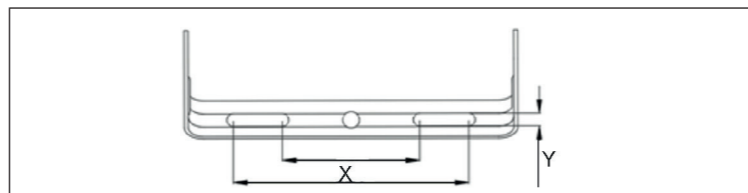

Fig. 5: Borehole distance
- Öppna M16-kabelgenomföringen genom att vrida den moturs tills terminalblocket är synligt enligt bild 5.